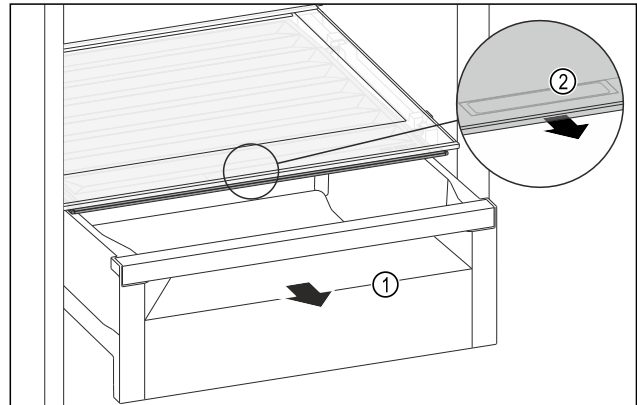

Fig. 104
- Estrarre il cassetto *Fig. 104 (1)*.
- Afferrare la maniglia incassata *Fig. 104 (2)* sul coperchio dello scomparto e tirare allo stesso tempo in avanti il coperchio dello scomparto.